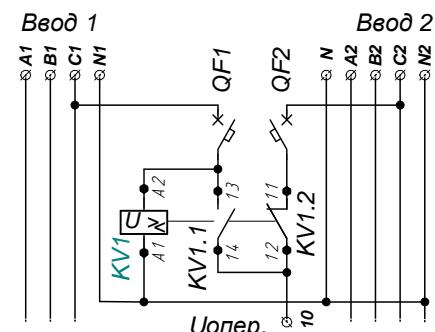

Рис.5 Схема получения оперативного питания с использованием реле напряжения
- 5.5. Схемы подключения БУАВР.ЭА.220.12.24.М в устройствах АВР для трехфазных сетей и ЭА, временные диаграммы, поясняющие их работу, приведены на рис.5– рис.8.
Рис.5 Пример схемы АВР на контакторах, с двумя вводами, один из которых электроагрегат, одной нагрузкой, электрической блокировкой контакторов и управлением от БУАВР.ЭА.220.12/24.М.
- 6.7.1. Схема получения оперативного питания с использованием реле напряжения, рис.5.